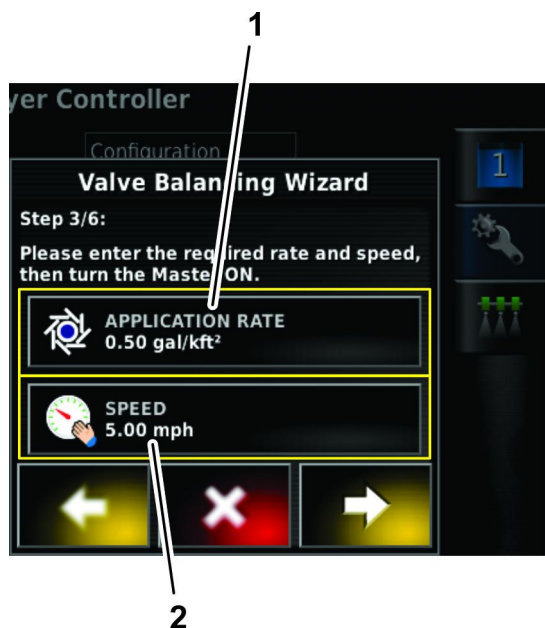

図 136
4. バルブバランスウィザードのステップ 3 散布レートを変えたい場合には、散布レートアイコンを押す 図 136。
6. バルブバランスウィザードのステップ 3 走行速度を変えたい場合には、速度アイコンを押す 図 136。